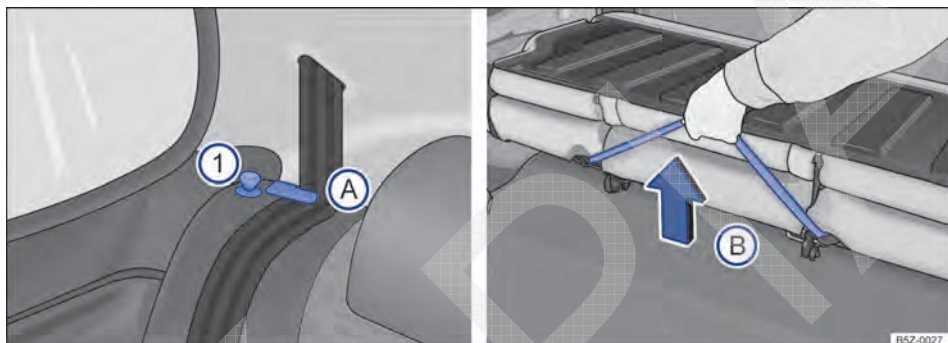

Fig. 74 Banco traseiro: pino de destravamento (1); posicionador para os caderços dos cintos (A); alça para destravamento do conjunto do assoalho (B).
- Posicionar os caderços dos cintos de segurança nos seus respectivos posicionadores ⇒ **Fig. 74 (A)**.
- Levantar o pino ⇒ **Fig. 74 (1)** de destravamento em ambos os lados para cima e, ao mesmo tempo, rebater o encosto do banco traseiro para frente.
- Puxar a alça ⇒ **Fig. 74 (B)** para destravar o conjunto do assoalho e, ao mesmo tempo, levante-o **cuidadosamente** na direção dos bancos dianteiros.
- Segurar o banco traseiro pela alça ⇒ Fig. 74 (B) e, soltar de uma altura de 15 cm.
- Retirar os cadarços do cinto de segurança do posicionadores ⇒ Fig. 74 (A). Para veículos com cintos de três pontos fixos, recolocar as linguetas nos respectivos fechos.